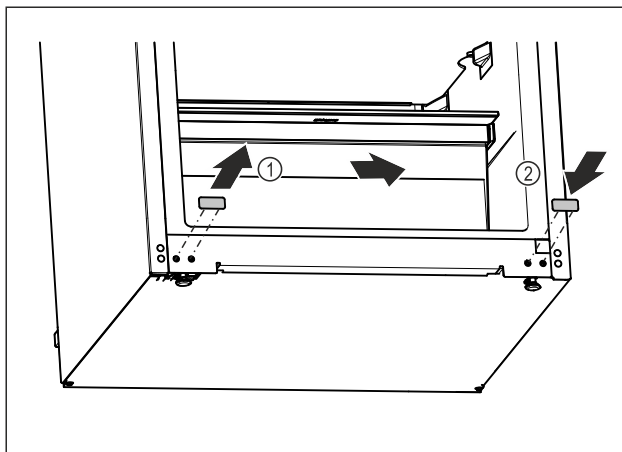

Fig. 12
- ▶ Извлеките заглушку. Fig. 12 (1)
- ▶ Установите заглушку на противоположной стороне. Fig. 12 (2)